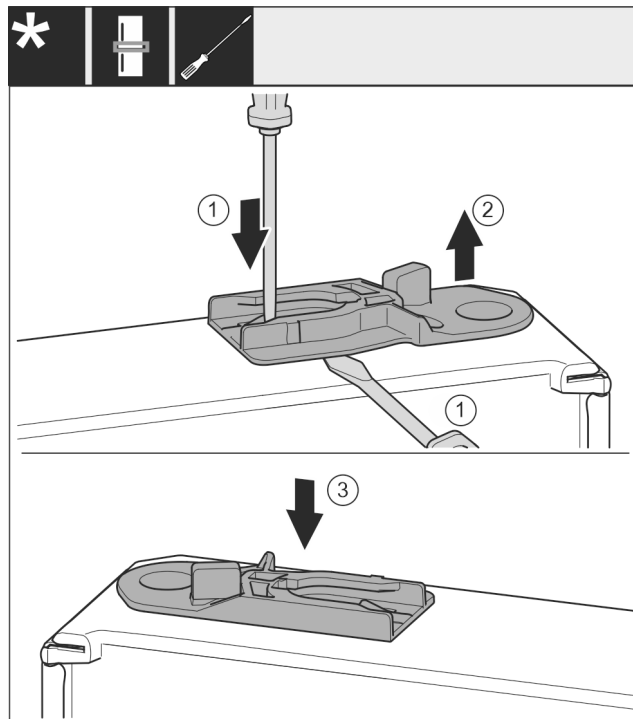

Fig. 45
- ▶ Устройства с амортизатором закрывания двери: Извлеките направляющее гнездо: прижмите накладку Fig. 45 (1) шлицевой отверткой и одновременно переместите ее шлицевой отверткой под направляющее гнездо Fig. 45 (2).
- ▶ Устройства с амортизатором закрывания двери: Вставьте входящее в комплект поставки направляющее гнездо Fig. 45 (3) на другой стороне корпуса.